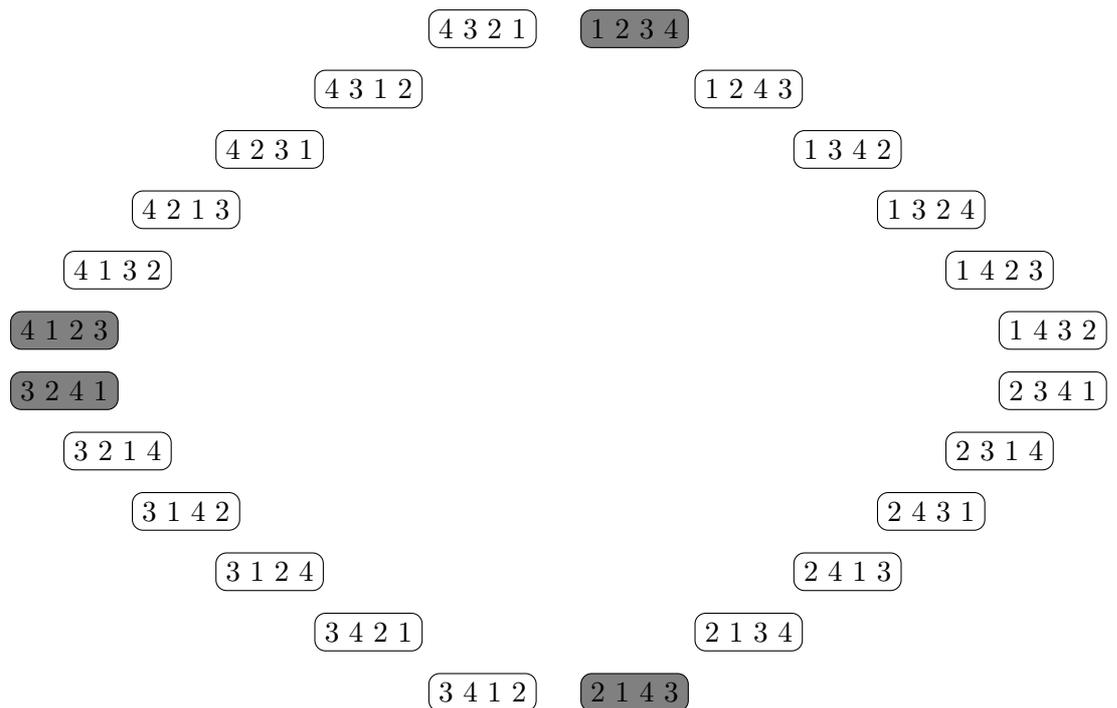

Abbildung 1: Schema des Nachbarschaftsgraphen
- Zeichnen Sie den Nachbarschaftsgraphen zu dem oben formulierten Maschinenbelegungsproblem. Es ist hinreichend, wenn Sie die (vollständigen) Nachbarschaftsbeziehungen für die vier, zu den Reihenfolgen **(1 2 3 4)**, **(2 1 4 3)**, **(3 2 4 1)** und **(4 1 2 3)** gehörenden Knoten eintragen. Verwenden Sie das vorgegebene Schema in Abbildung 1.